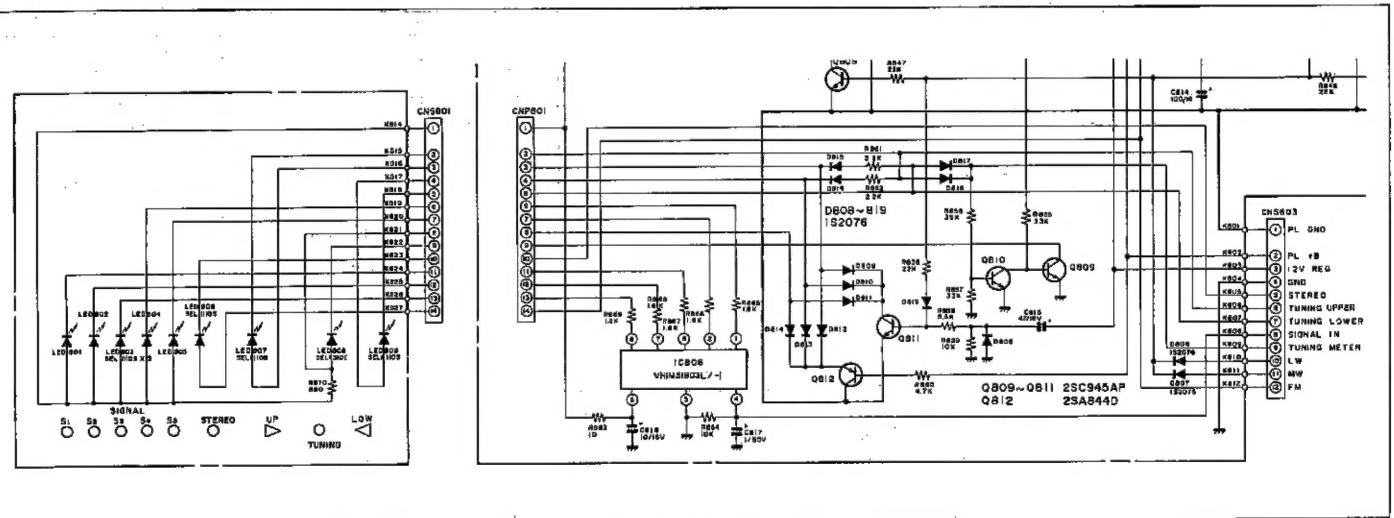

Abbildung 15-1
- **Feldstärkeanzeigekreis** (Siehe Abbildung 15-1)